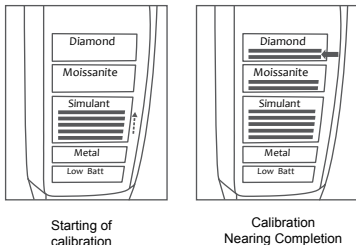

Fig. 1.14
7. Pendant l'étalonnage, les voyants « Simulant », « Moissanite » et « Diamond » s'allument chacun progressivement, accompagnés d'un signal sonore rythmique ; les témoins DEL Diamond (Diamant) indiquent la dernière phase de l'étalonnage, tel qu'illustré dans la **Fig. 1.14**.